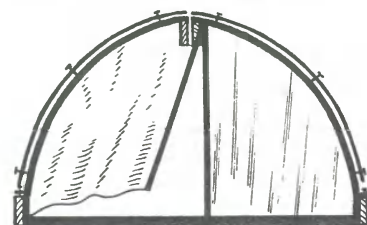

Рис. 10. Верхний шарнир позволяет открывать проход в теплицу.
11. В торцах проемы затягивают пленкой так, чтобы половина бокового прохода была закреплена, а вторая открывалась поворотом шарнирно закрепленной сверху рейки (рис. 10).